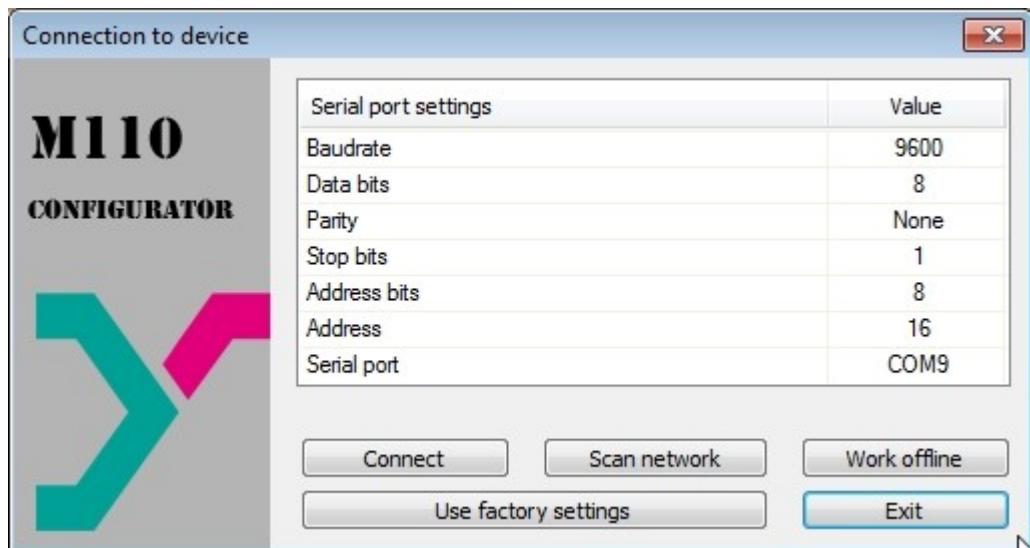

Abb. 6.1 Startfenster der Konfigurationsprogramm
6. Im Fenster „Connect Device“ die Werte aus der Tabelle 6.1 eintragen oder die Schaltfläche „Use factory settings“ betätigen (siehe Abb. 6.1).